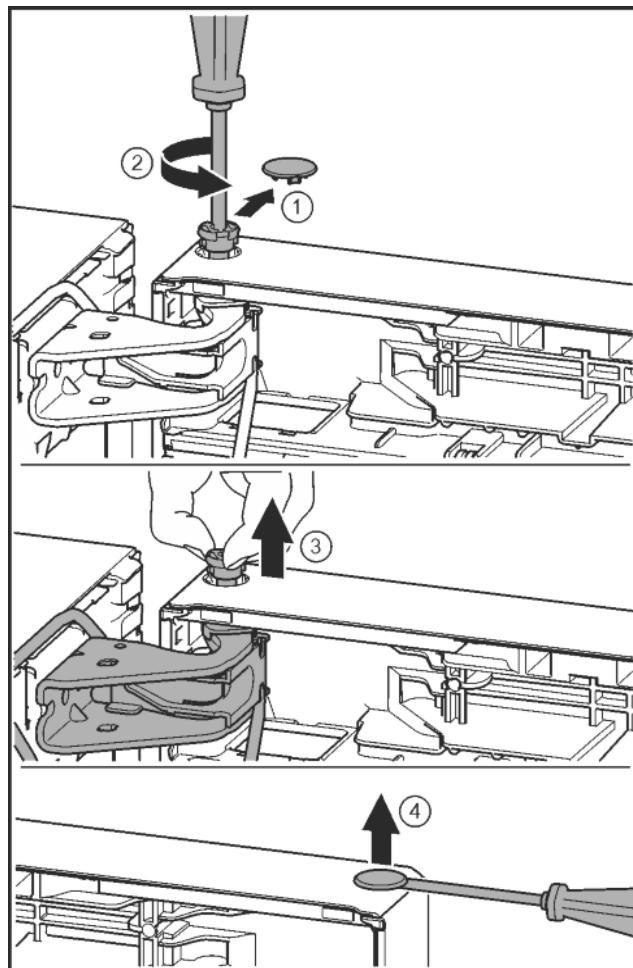

Fig. 25
- ▶ Обережно зніміть запобіжну кришку. *Fig. 25 (1)*
- ▶ Трохи викрутіть гвинт за допомогою викрутки T15. *Fig. 25 (2)*
- ▶ Притримуйте дверцята і витягніть палець руками. *Fig. 25 (3)*
- ▶ За допомогою шлицевої викрутки обережно підійміть пробку із опорного втулка дверцят та витягніть її. *Fig. 25 (4)*